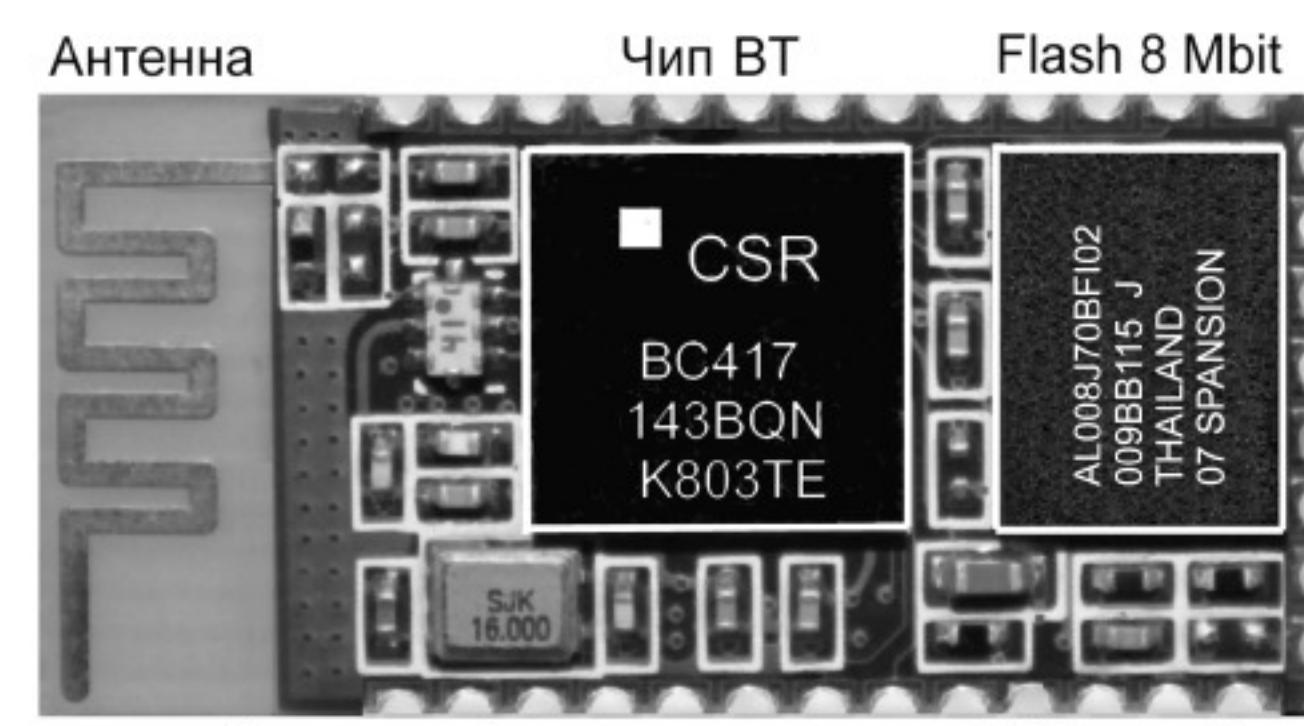

Рис.52
**Модуль BT** – это узел, собранный на печатной плате, где распаяны: чип BT, кварцевый резонатор, мелкие резисторы и конденсаторы, полосковая антенна, металлический экран (может отсутствовать), микросхема Flash-памяти (может отсутствовать). Края печатной платы содержат перфорированные отверстия, залитые припоем, что делает их похожими на почтовые марки (**рис.52**).